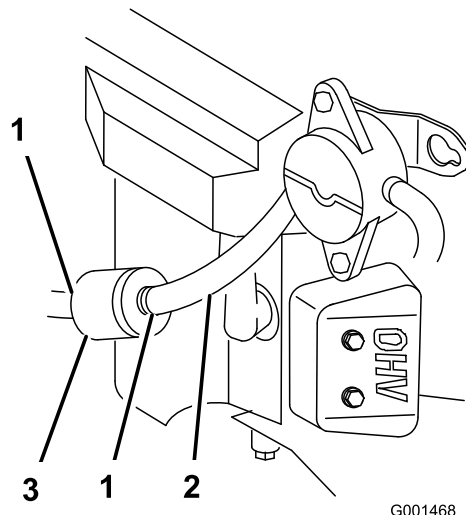

Figure 29
4. Pincez les extrémités des colliers et faites glisser ceux-ci pour les éloigner du filtre (Figure 29).